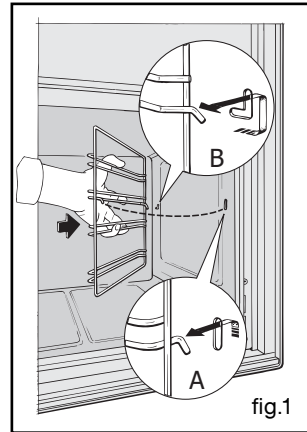

fig.1
Décrochez le gradin fil (**B fig.1**) à l'avant en le soulevant (*schéma A fig.1*). Tirez vers soi l'ensemble du gradin, le soulever afin de décrocher l'attache de fixation arrière (*schéma B fig.1*). Le sortir du moufle du four.
- Dévissez le hublot (fig.1).